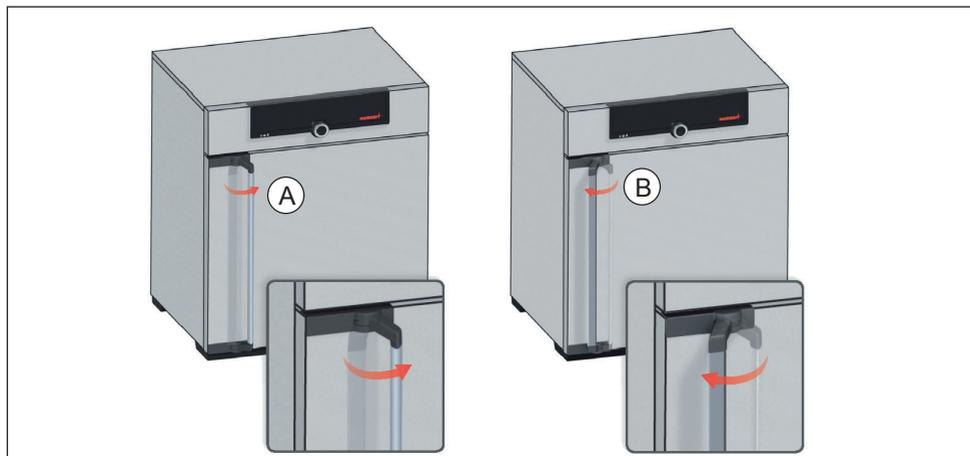

Fig. 15 Apertura y cierre de la puerta
- ▶ Para abrir la puerta, tire de la manilla hacia un lado (izquierda o derecha, según el modelo de la puerta, Fig. 15, A) y abra la puerta completamente.
- ▶ Para cerrar la puerta, empújela hasta el fondo y presione la manilla a un lado (B).